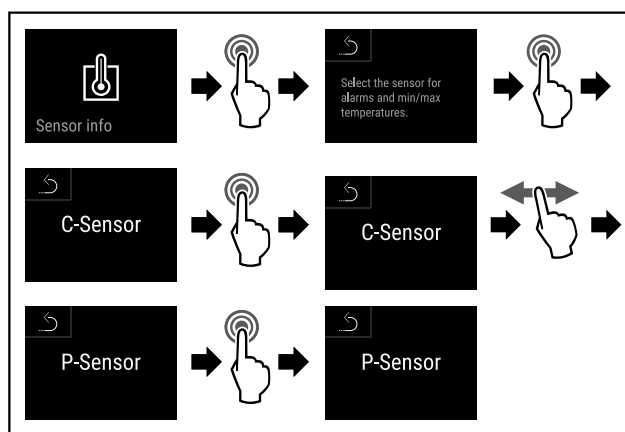

Fig. 167
- ▶ Eseguire i passi (vedere Fig. 167).